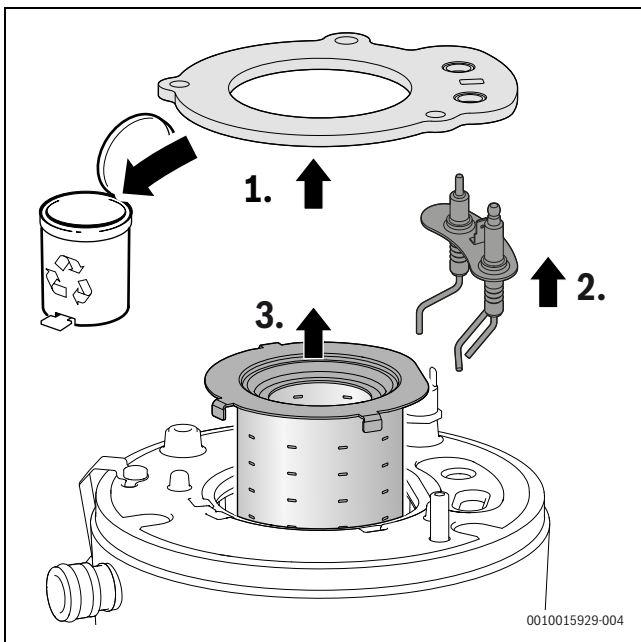

Bild 16 Brenner herausnehmen
- ▶ Dichtung abnehmen und entsorgen (→Bild 16, [1]).
- ▶ Elektroden-Set abnehmen (→ Bild 16, [2]).
- ▶ Brenner herausnehmen (→ Bild 16, [3]).